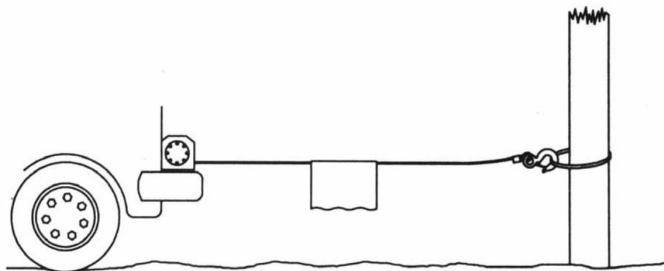

Figure 14
2. Lorsque vous tirez une charge, placez une couverture, une veste ou une bâche sur le câble métallique près de l'extrémité du crochet (voir la figure 14). Cela ralentira la reprise d'un câble métallique cassé et aidera à prévenir les blessures graves. Soulevez le capot pour protéger le pare-brise.